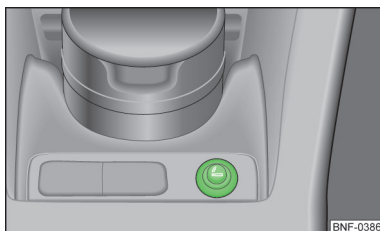

Fig. 51
- Tryk lighterens knap ind » Fig. 51.